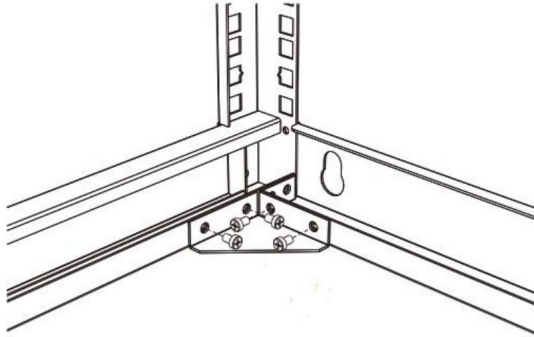

Abbildung 2
2. Platzieren Sie die Eckstücke (4) an den Ecken des Vorderrahmens (1), des Hinterrahmens (2) und des Tiefenbalkens (3). Es gibt 8 Stellen, die installiert werden müssen. Befestigen Sie sie mit 4 Stück selbstschneidenden M5*10-Schrauben (8) an jedem Eckstück (4). (Abbildung 2).